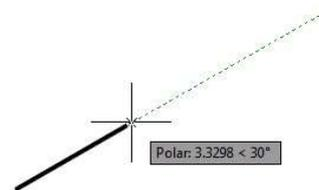

Рис.2.7
**PolarTracking** – дозволяє креслити лінії під заданим кутом заданої довжини. При увімкненому режимі система відображає на екрані тимчасові допоміжні нескінченні прямі (лінії вирівнювання) (рис.2.7), направлені під кутами, що кратні куту, вказаному користувачем.